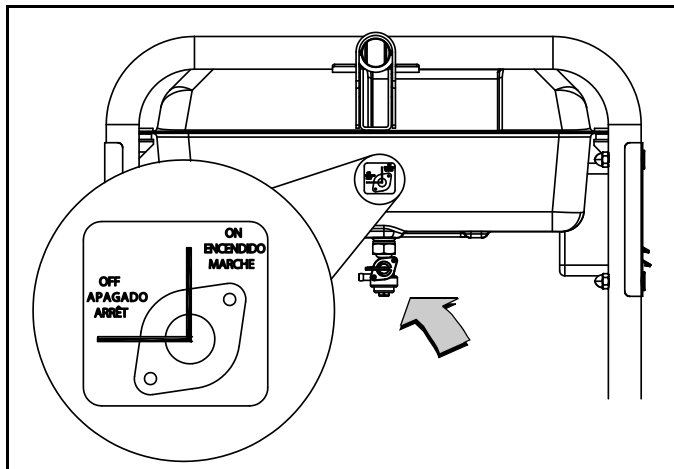

Figure 3-10. Soupape d'arrêt
3. Placez la soupape d'arrêt à la position ON (marche). Voir Figure 3-10.